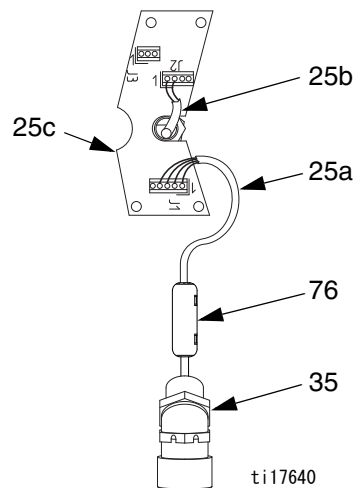

図 29. 回路基板のワイヤ接続
- a. 図 29 を参照してください。トランスデューサケーブル (25a) を回路基板 (25c) の J1 から接続を外します。フェライト (76) を取り外して保持します。
- c. IS 回路フィールドワイヤを回路基板の J2 と J3 から、および 2 つの端子ブロックから取り外します (46)。位置センサーワイヤを 2 つの端子ブロックから取り外します。端子ブロックを保持します。
- e. 導電性張力緩和装置 (74a と 35) をギアハウジングからねじって外します。45° の張力緩和装置 (35) およびトランスデューサコンジットをギアハウジングから引き離します。トランスデューサをポンプの出力カニホールド から取り外さないでください。
- f. 位置センサーと接続部をギアハウジング (1) から取り外します。22 ページを参照してください。位置センサーアダプタ (78) から取り外します。これらの部品を取り置いて下さい。
11. ロックナット (15) をタイロッド (3) からネジを緩めて外します。液体セクション全体を取り外します。タイロッド (3) をギア筐体から捻って外します。